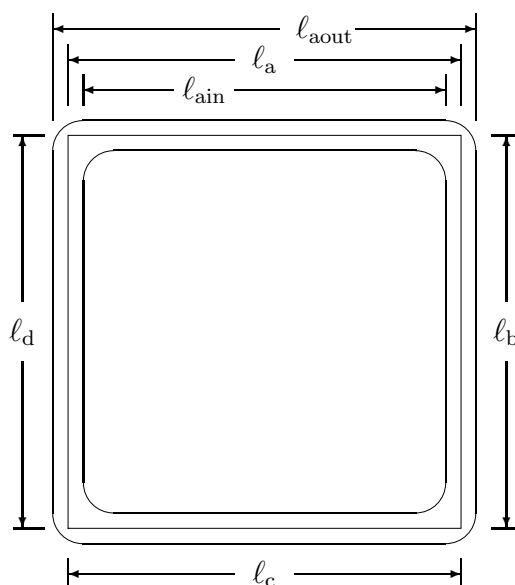

図 8.4: コイル導線の長さの測定
- 式 8.7 でコイルの導線の長さ $\ell(\text{m})$ は、測定に用いたコイルが幅を持っているので各 4 辺の外側の長さと同側の長さを測定し、その中間の長さを用いる (図 8.4 参照)。